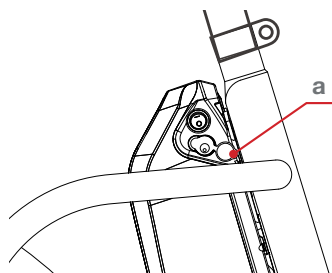

Fig. 2
- 1) Aprire il coperchio (a - Fig. 2) di protezione della presa di ricarica della batteria.